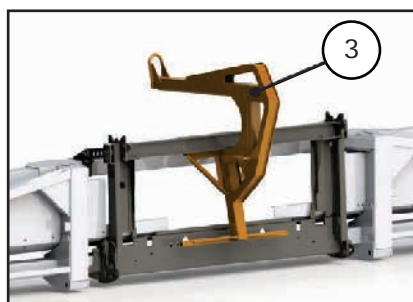

Figura 30
Para suspender a plataforma com segurança, utilizar o dispositivo (3) para içar, figura 30.